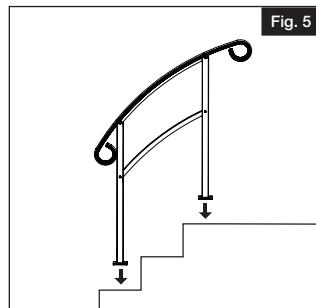

Fig. 5
- a. Position your assembled panel on steps to location as desired (Fig. 5).
- Placer le panneau assemblé sur les marches à l'emplacement désiré (Fig. 5).
- Colocar el panel montado en los escalones en la ubicación deseada (Fig. 5).